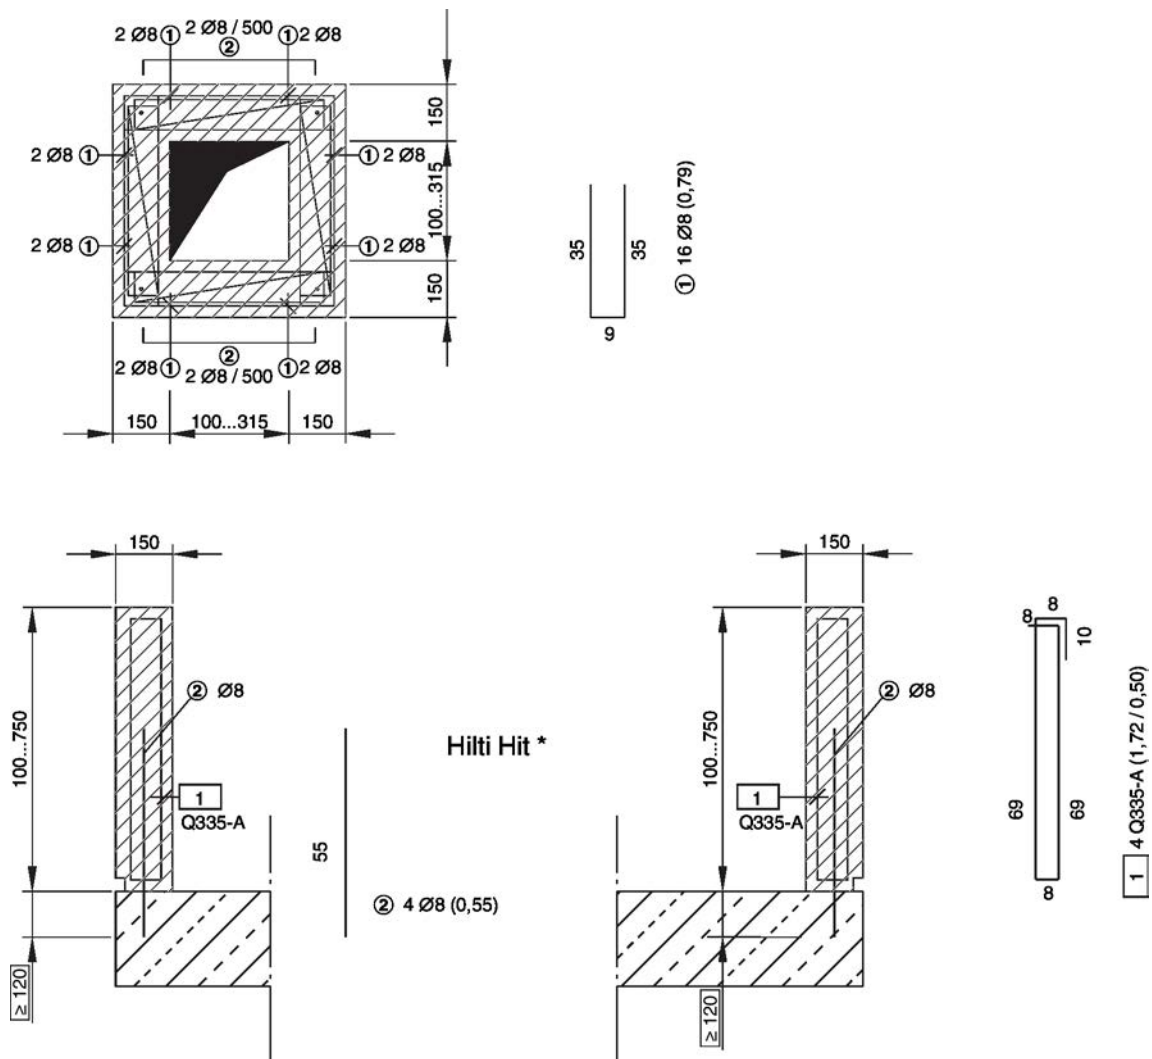

Abb. 23: Bewehrungsplan Betonsockel, Höhe 100 - 750 mm
| 4 | Bewehrung entsprechend Bewehrungsplan, Detailssiehe Abb. 23 | B | Bedienungsseite |
2. ▶ Betonsockel herstellen, Bewehrungsplan siehe Abb. 23 (oder gleichwertig, z. B. mit Baustahlmatten).